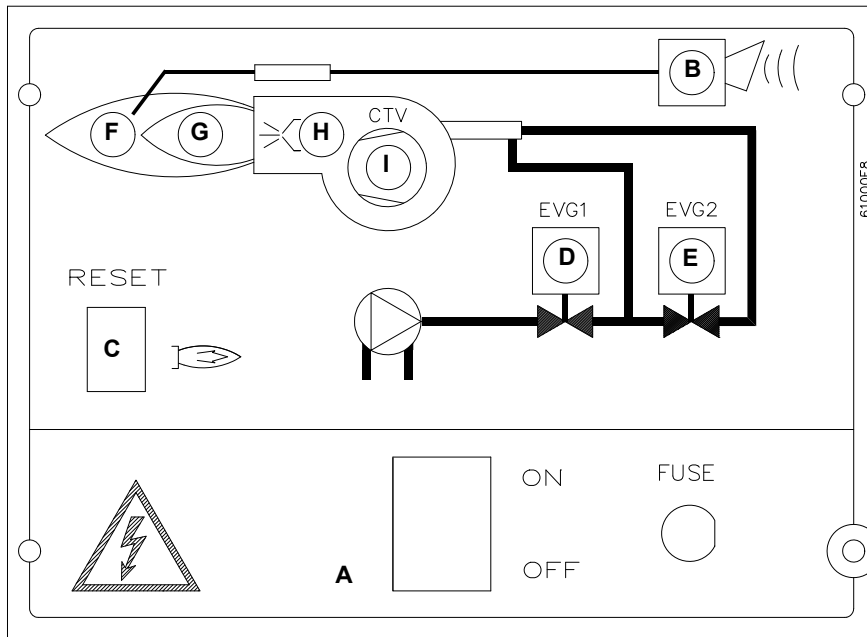

Рис. 13
- Проверить, что электронный блок не заблокирован (индикатор В горит), при необходимости, разблокировать его, нажатием на кнопку сброса блокировки (в верхней части электрощита, см. Рис. 13 или на кнопку С на лицевой панели электрощита).